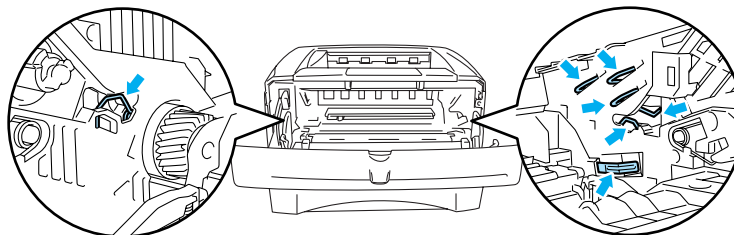

Figura 5-17
- Para evitar uma descarga de electricidade estática, não toque nos eléctrodos apresentados na Figura 5-17.